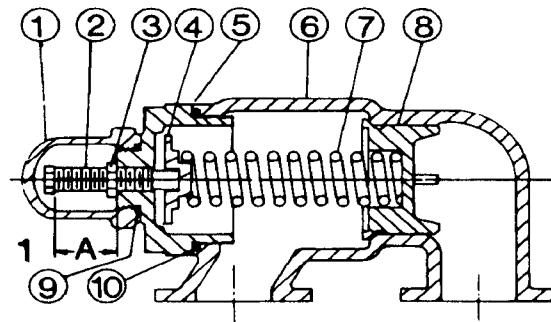

FIGURA 21
2. Mida y registre la extensión del tornillo de ajuste. Consulte “A” en la Figura 21 de la página 12.